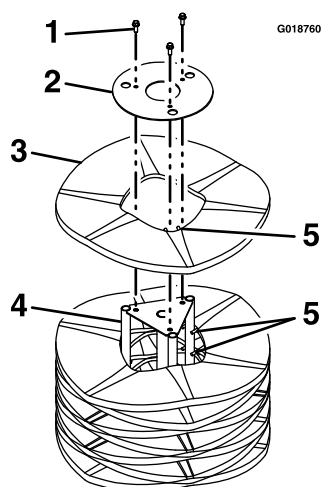

Figure 18
9. Déposez le ou les segments endommagés du balai. Posez un ou des segments neufs en décalant les doigts d'alignement des anneaux en métal, comme montré à la Figure 18.